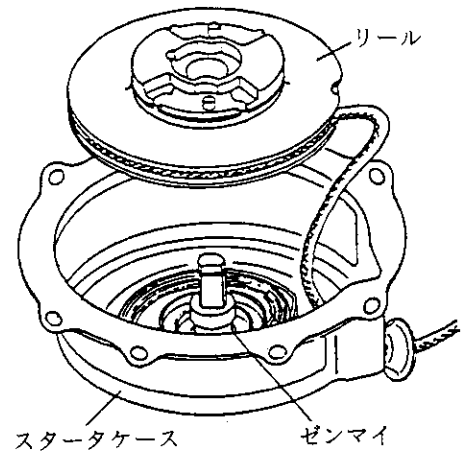

Fig. 9-3
- ④ Fig 9-3スタータケースより、リールを取り出して下さい。